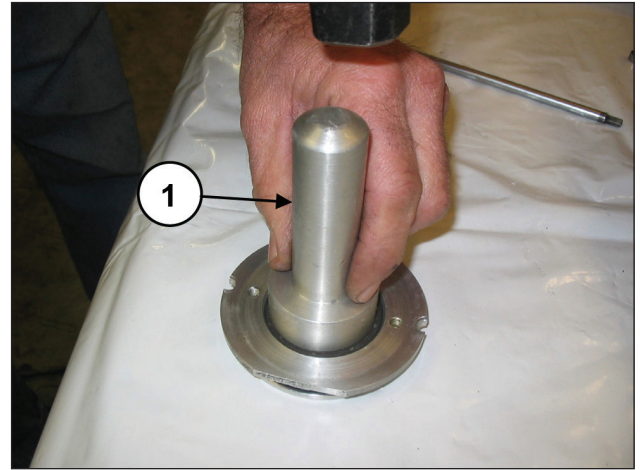

Fig. 139
Monter le joint Spi sur le carter d'huile (rep. ①, Fig. 139) à l'aide d'un tampon cod. 27910900.